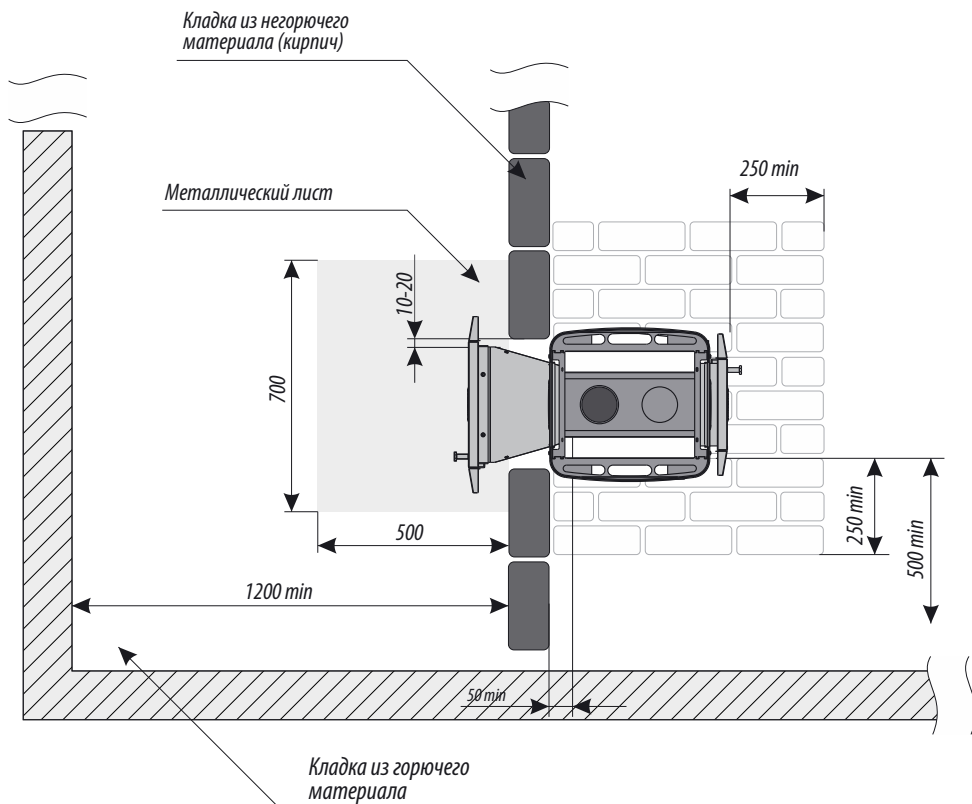

Рисунок 3. Схема установки печи (вид сверху)
3. Установить печь со стороны парильного помещения так, чтобы топливный канал прошел сквозь отверстие в стене (рисунок 3 стр. 11).